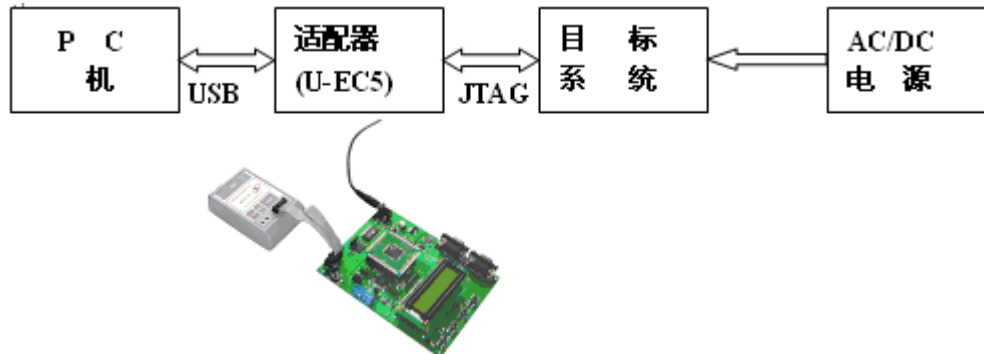

图1
2.1 按图1进行硬件连接(PC机会自动识别,用户继续下一步操作)。